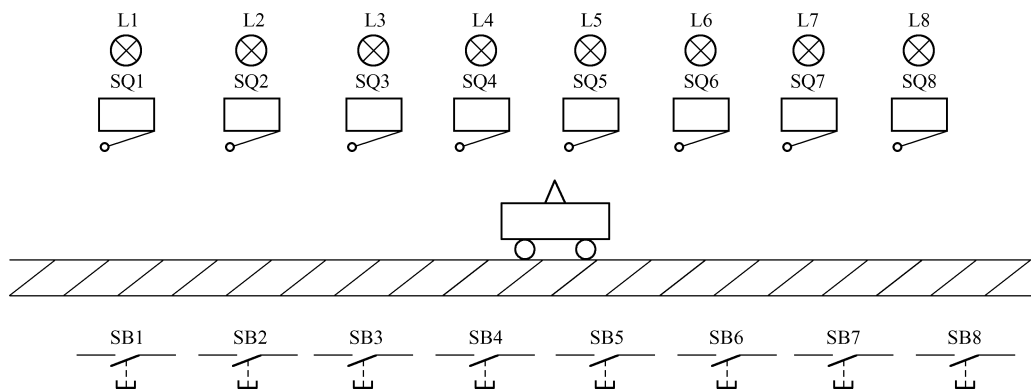

图 6-40 人工位小车呼叫系统控制示意图
**【例 6.22】** 设计一八工位排队呼叫系统, 如图 6-40 所示, 其控制要求是: 某工位工作人员按下该工位按钮, 小车前进到该工位停 4 秒, 然后响应下一个呼叫, 小车按呼叫的先后顺序执行操作。